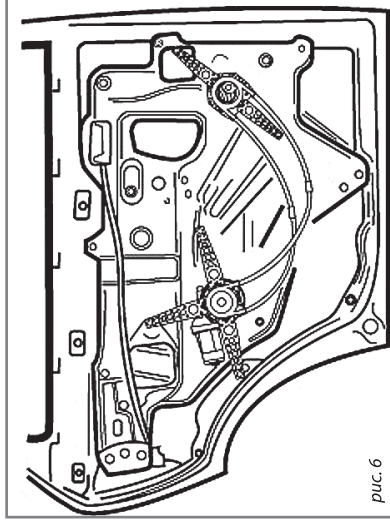

рис. 6
- Определитесь с местом установки ведущей шестерни (рис. 6).